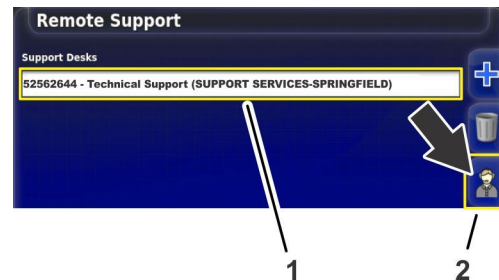

Figura 214
1. Para obter assistência ao cliente, pressione o ícone SUPORTE TÉCNICO guardado na lista de suporte técnico (Figura 214).
2. Pressione o ícone SOLICITAR SUPORTE TÉCNICO (Figura 214).